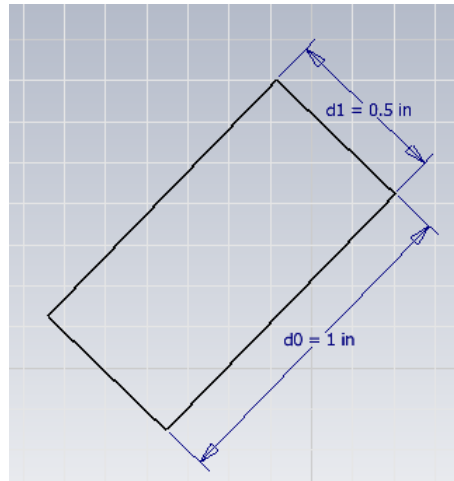

Figura 3.11 Generación de un rectángulo por medio de 3 puntos.
- Termine el comando seleccionando la última esquina del rectángulo, figura 3.11.